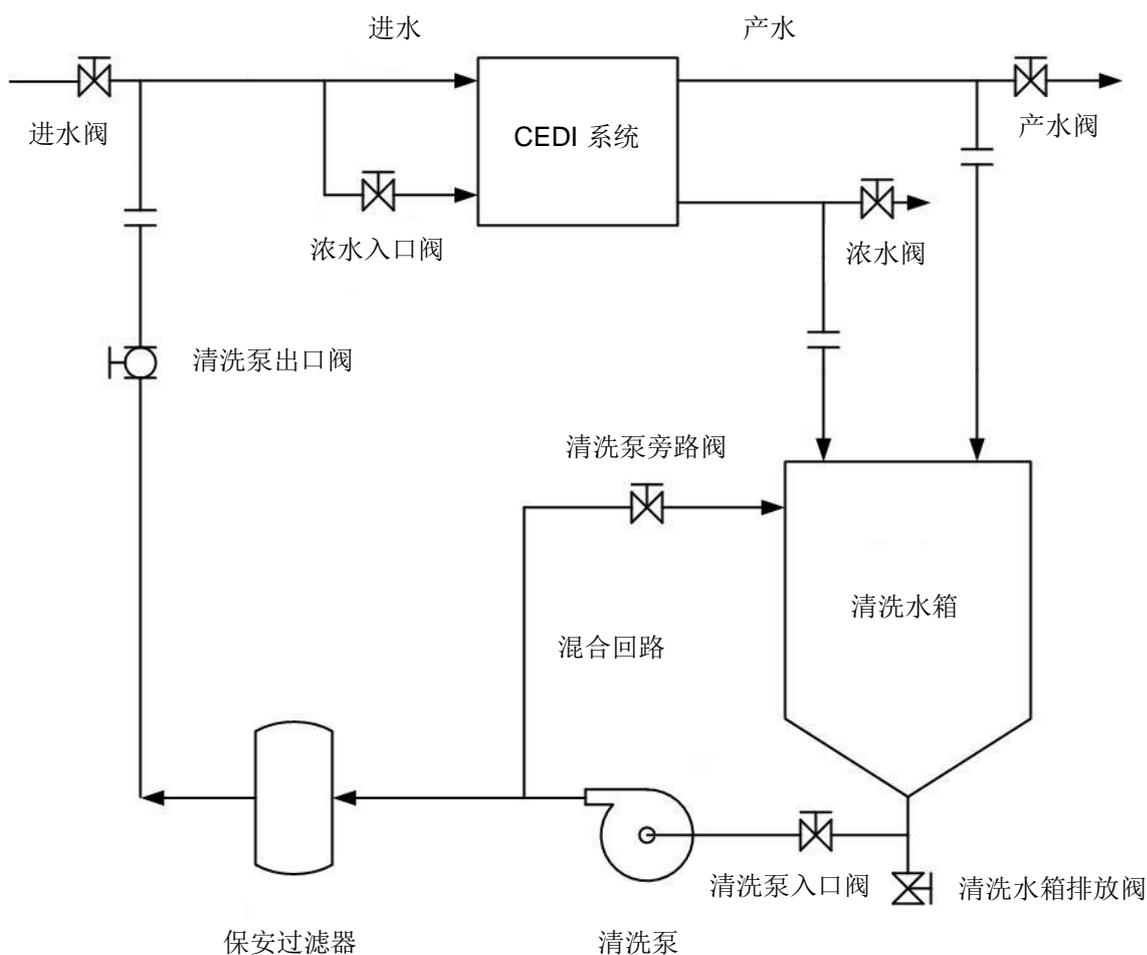

图 6-1 典型的 CEDI CIP 系统
- 典型的 CIP 系统参见图 6-1
**注意：**以下清洗步骤是基于图 6-1 的清洗系统。如您的清洗系统有所不同，可能需要修改这些步骤。